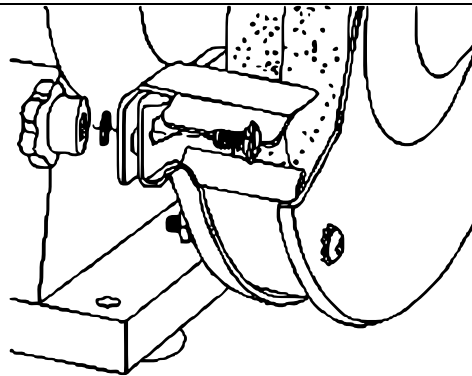

Abbildung 2
1. Halten Sie den Werkstückträger **(2)** an die Scheibenschutzschiene. Achten Sie darauf, dass der Werkstückträger in die richtige Richtung zeigt. Die schräge Ecke muss von der Doppelschleifmaschine weg zeigen (siehe Abb. 2).